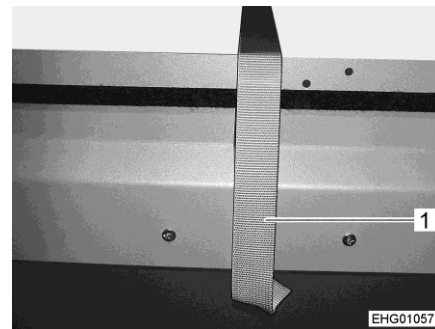

Bild 56 Låsrem, bakre liggplatta
- Lossa på låsremmen (Bild 56,1).
- Säkra den bakre liggplattan med låsremmen (Bild 56,1).